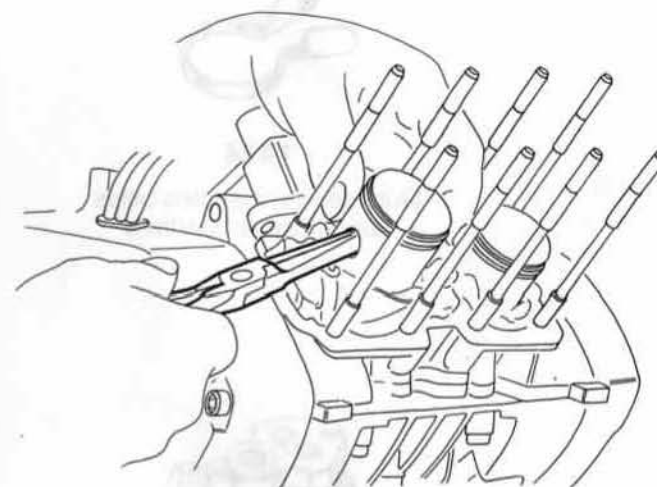

FIG 3
- Extraire les freins d'axe (pince à becs plats réf. 1537, fig. 3).